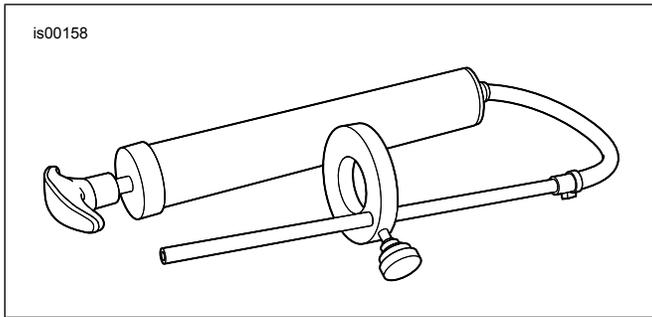

Figura 2. Misuratore del livello dell'olio della forcella (HD-59000B)
13. Inserire una nuova vite (Q) con la rondella di rame (45405-75A, non inclusa). Far scorrere la vite attraverso il foro alla base del fodero della forcella (O oppure N) e avvitarla all'estremità del tubo dell'ammortizzatore.
*Se è stata tolta, inserire la vite di scarico (P) alla base del fodero della forcella. Serrare la vite a 8–11 N·m (72–96 in-lbs).*
- a. Vedere Figura 2. Munirsi di un misuratore del livello dell'olio per forcelle (codice n. HD-59000B).